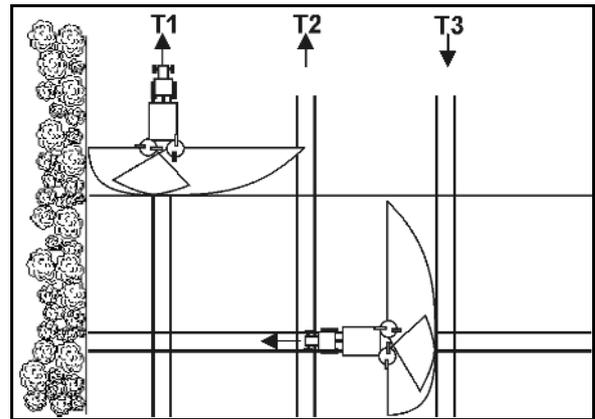

Fig. 44
1. Dispersión en límite según la normativa de abonado (Fig. 44):